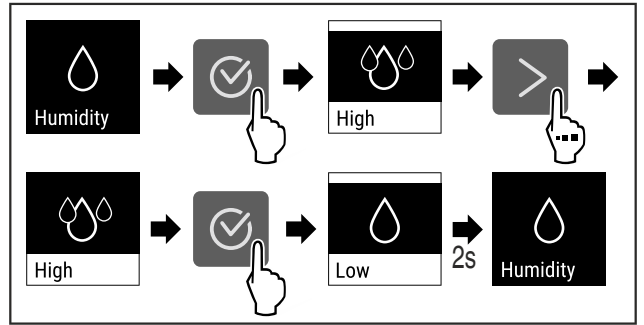

Fig. 76
- ▶ Vykonajte kroky akcie (pozri Fig. 76).